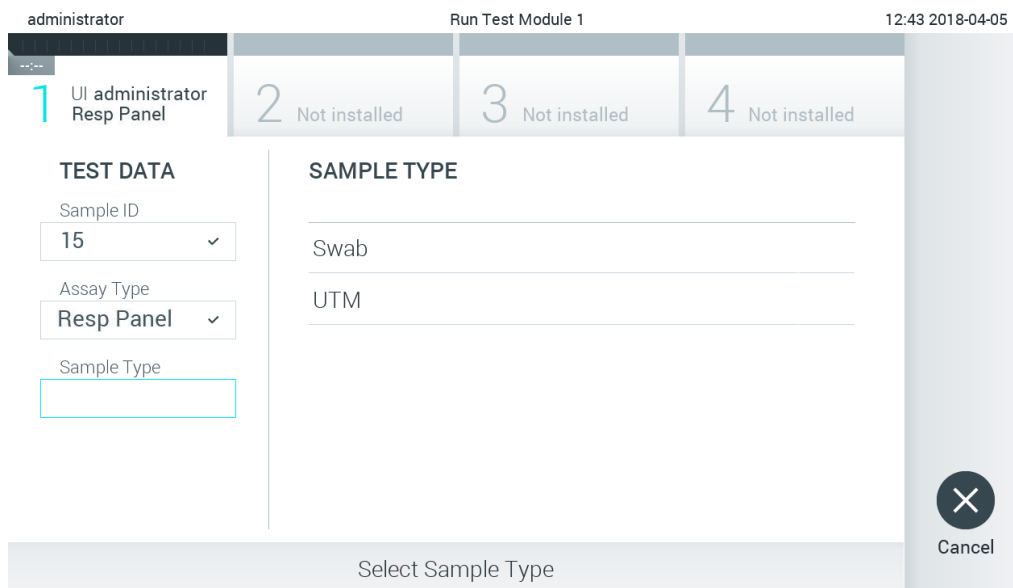

Figura 85. Selectarea tipului probei.
5. Câmpul **Assay Type** (Tip test) va fi introdus automat și, dacă este necesar, un **Sample Type** (Tip de probă) corespunzător trebuie selectat manual din listă (Figura 85).